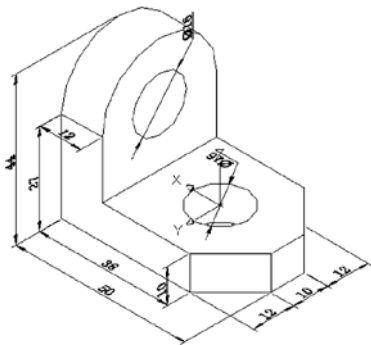

图 11.114 直径标注
(19) 在【功能区】选项板中选择【注释】选项卡, 在【标注】面板中单击【直径】按钮 , 标注圆孔的直径, 如图 11.114 所示。
(20) 在【功能区】选项板中选择【注释】选项卡, 在【标注】面板中单击【线性】